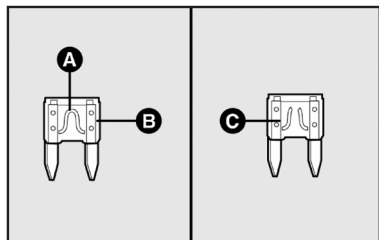

fig. 36
Cuando un dispositivo no funciona, es necesario comprobar la eficiencia del respectivo fusible de protección: el elemento conductor **A-fig. 36** no debe estar interrumpido. En caso contrario, hay que sustituir el fusible quemado por otro que tenga la misma capacidad de corriente eléctrica (mismo color).
**B** - fusible en perfecto estado **fig. 36**
**C** - fusible con elemento conductor interrumpido **fig. 36**